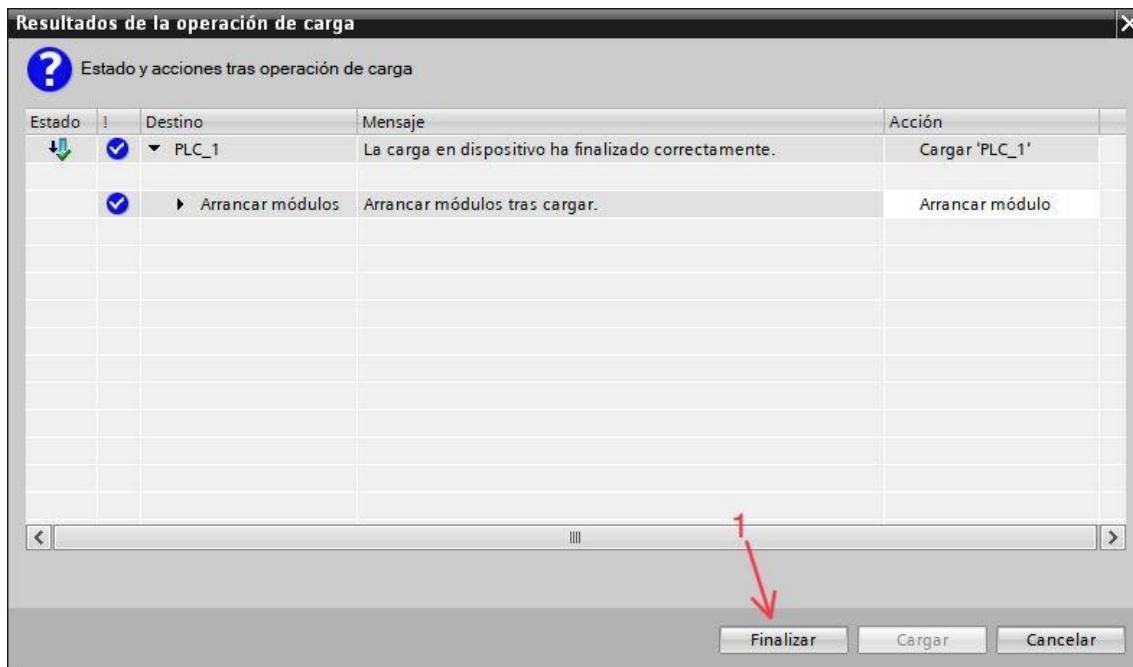

Ilustración 66
Una vez transferido necesitamos arrancar los módulos para poner en modo RUN al PLC, así que en la ventana emergente (*Ilustración 66*) le daremos a *Finalizar* (1).